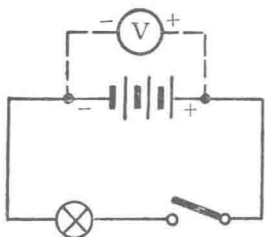
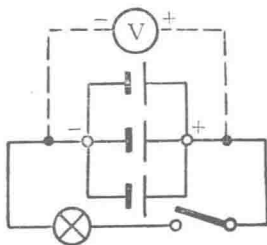

图 1-8 电池的串联
图 1-9 电池的并联
把几节干电池(或几个蓄电池)的正、负极依次串接起来组成电池组,叫电池的串联法(图 1-8):把电池的正极并接在一起,负极并接在一起组成电池组,叫电池的并联法(图 1-9)。
(1) 手电筒内的两节干电池是什么联法?
(2) 用直流电压表(图 1-10),先分别测量两节干电池的电压各是多少伏?参照图 1-8 把直流电压表并接于电池组的“+”、“-”两极,测量串联后电池组的总电压。总电压与每节干电池的电压有什么关系?
(3) 参照图 1-9 测量并联后电池组的总电压。总电压与每节电池的电压又有什么关系?